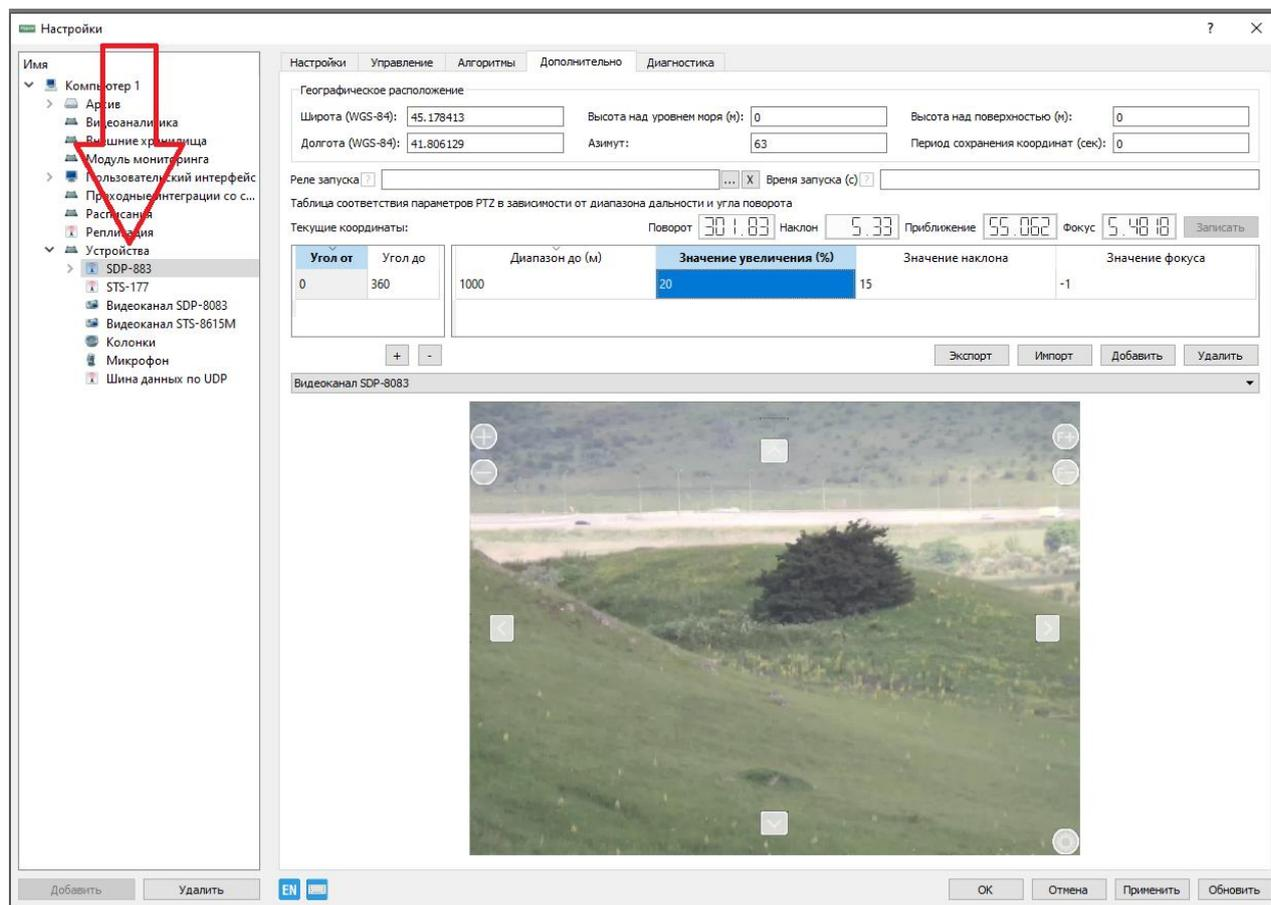

Рисунок 25
2.3.8.8 Выбрать вкладку устройства и нажать на кнопку с наименованием видеоканера (Рисунок 25)